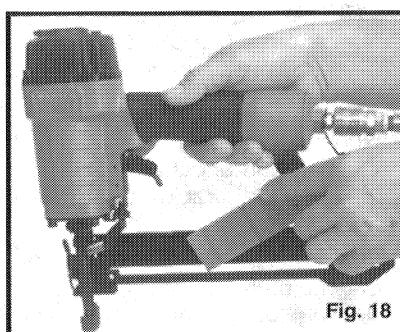

Fig. 18
- Meta una tira de sujetadores en la vía de guía (vea la Fig. 18).